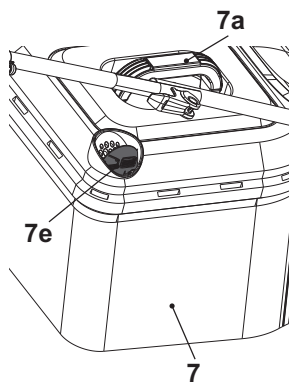

Fig. 12
1. Cuando la escotilla (7e) está abierta, el recogedor de césped tiene suficiente volumen para recoger el césped (Fig. 12)